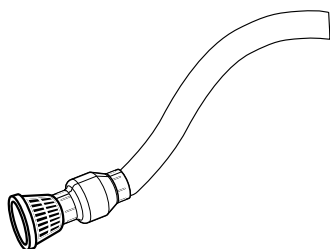

Figure 2
3. Installez le clapet (non fourni) à l'entrée de la conduite de succion pour aider à maintenir l'amorçage de la pompe. (Figure 2).
4. Installez une crépine d'aspiration (non fournie) à l'entrée de la conduite de succion pour prévenir l'introduction de matériaux ou débris abrasifs (Figure 2). Positionnez la crépine pour qu'elle ne se bloque pas de débris.